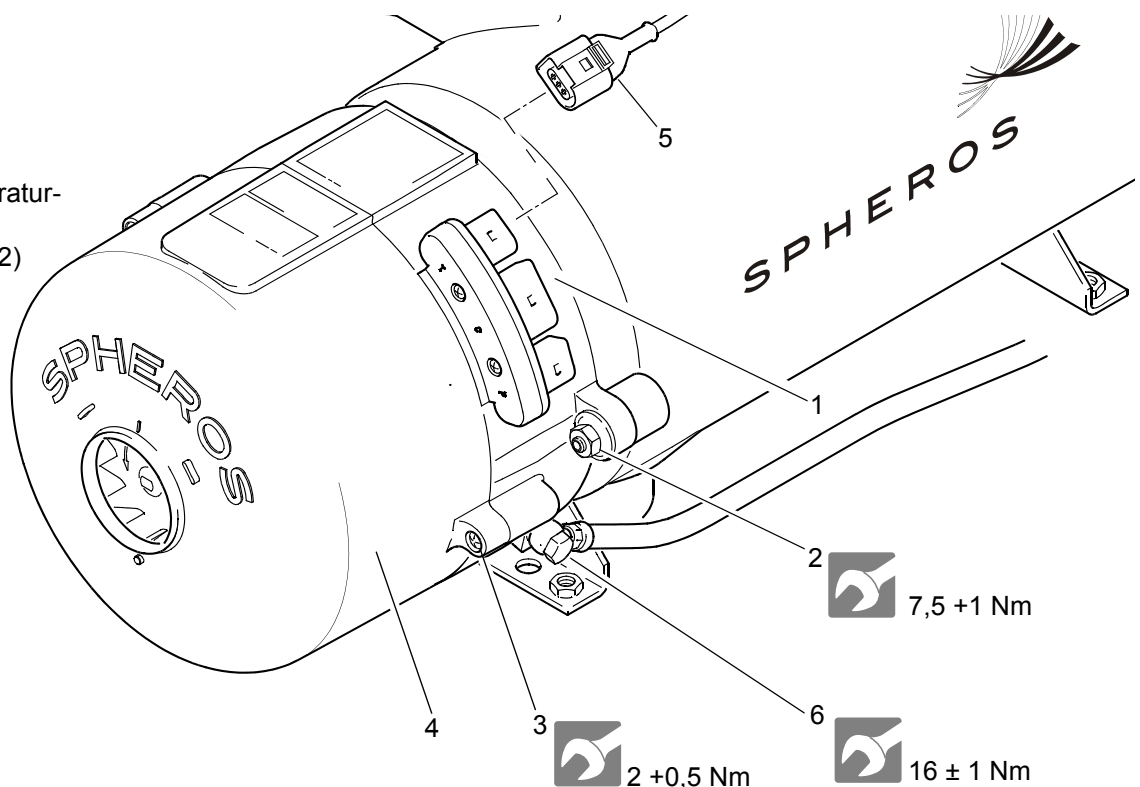
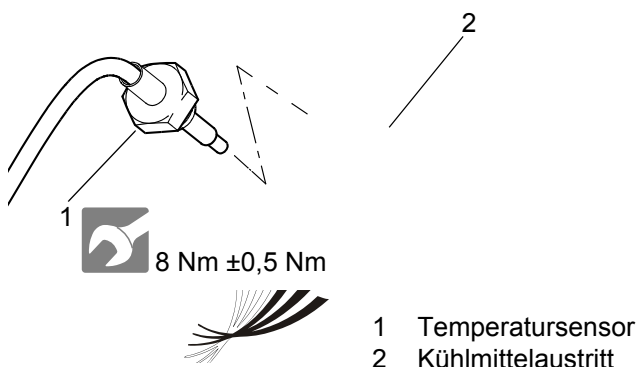

Abb. 801 Ab- und Anbau des Brennerkopfes / der Haube
Abb. 802 Aus- und Einbau des Temperatursensors
2. Stecker des Temperatursensors (5, Abb. 801) abstecken.
1. Brenner (1, Abb. 801) ansetzen und in Zusammenbau bringen, dabei auf Zentrierung und korrekten Sitz achten.
2. Muttern (2) ansetzen und abwechselnd leicht weiterschrauben.
3. Muttern (2) anziehen und mit Schraubensicherungslack versiegeln.
4. Gegebenfalls die Brennstoffleitungen mit Hohlschraube (6) und neuen Dichtungen festschrauben, bzw. die Brennstoffleitungen aufschieben und mit Schlauchschellen sichern.
6. Stecker des Temperatursensors (5) anstecken.
- 2 Muttern (2)
- 3 Schrauben (2)
3. Temperatursensor (1, Abb. 802) herausschrauben und entfernen. Herauslaufendes Kühlmittel ist aufzufangen.
1. Temperatursensor (1, Abb. 802) von Hand in den Kühlmittelaustritt (2) einschrauben.
2. Temperatursensor (1) anziehen.
3. Stecker des Temperatursensors (5, Abb. 801) anstecken.
2. Gegebenfalls den Stecker des Temperatursensors (5, Abb. 801) abstecken.
3. Schrauben (3) lösen.
4. Haube (4) abnehmen.
1. Haube (4, Abb. 801) ansetzen und in Zusammenbau bringen. Dabei auf Zentrierung und korrekten Sitz und Abdichtung an Heizgeräte-Kabelbaum und Adapterkabelbaum achten.
2. Schrauben (3) befestigen und anziehen.
3. Gegebenfalls den Stecker des Temperatursensors (5) wieder anstecken.
1. Temperatursensor (1, Abb. 802) abstecken.
7. Kupplung (7) auf Motorwelle stecken und vorpositionieren.
10. Temperatursensor (1, Abb. 802) anstecken.
- 4 Schrauben (2)